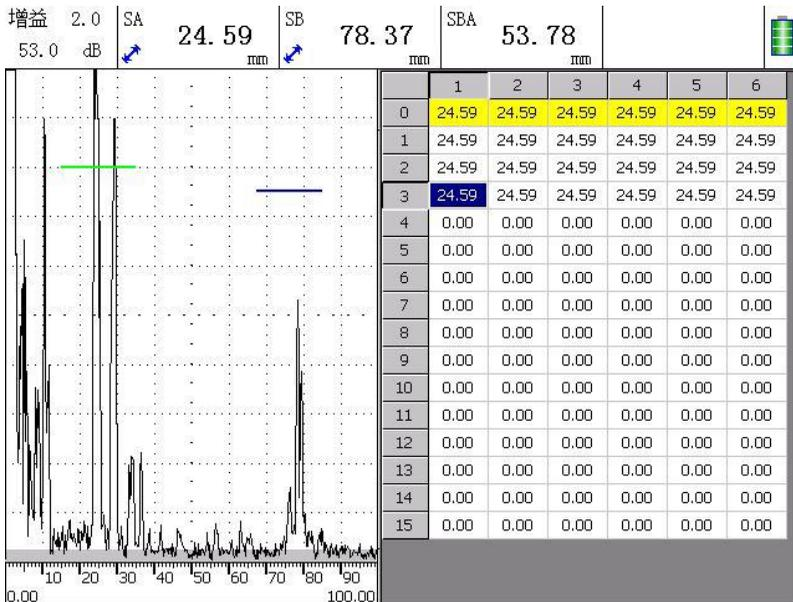

图 3.20 厚度测量全屏界面
如图 3.19 所示，厚度测量设置界面中厚度测量的参数设置依据被测工件的实际测量点数建立工程方式的数据表格，输入合适的行列数和显示间隔，系统会自动根据输入的值画出相应的数据表格。厚度测量工程界面如图 3.20 所示。
**注意**: 首先在系统设置界面选择参数 - **存储数据类型** - **厚度测量图像** 此界面设置参数才能生效, 当在测量界面按下 **【🏠】** 进入全屏界面时, 显示厚度测量存储数据, 如图 3.20。